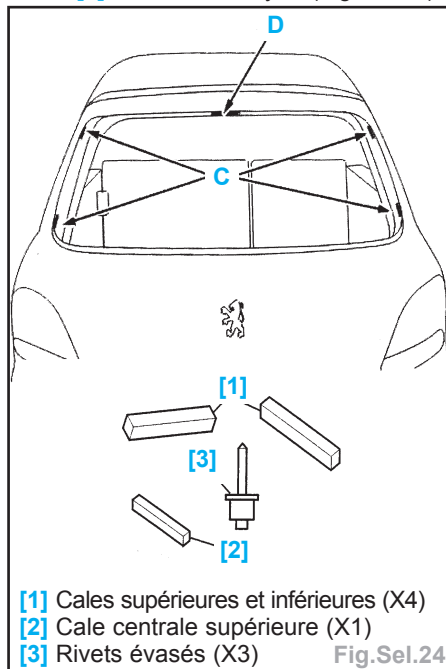

Fig.Sel.24
- Mettre en place les 4 cales [1] en **C** et la cale [2] en **D** sur le hayon (Fig.Sel.24).